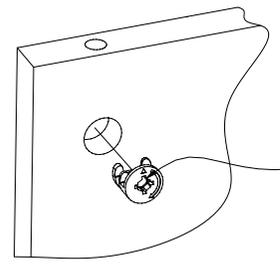

Рис.2
2. При помощи шурупов 3,5x16 закрепите петли вложенные на деталях 7 (Рис. 2).